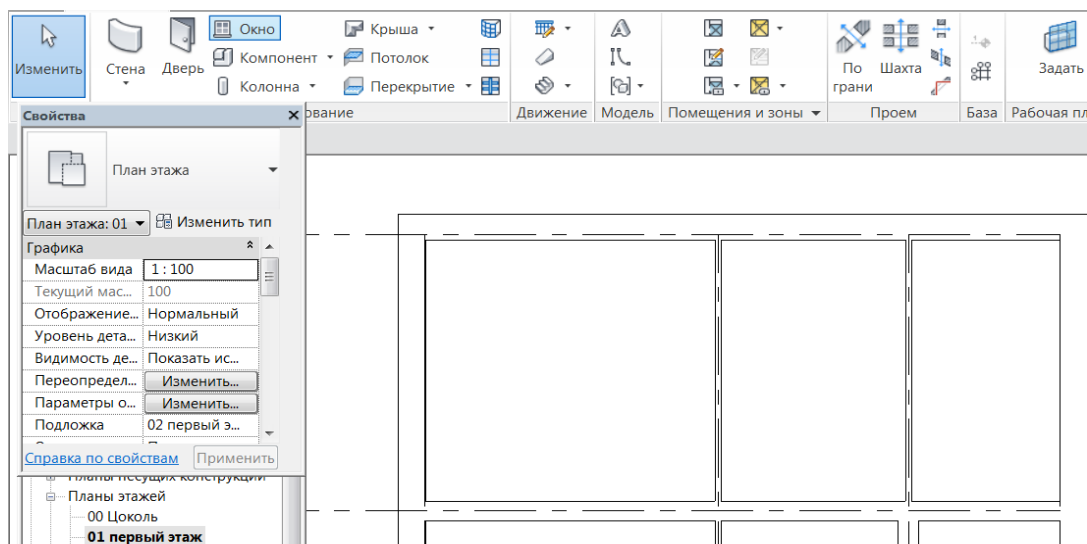

Рис. 46
2. Выбрать в меню Главная → Формирование → Окно (рис. 46).